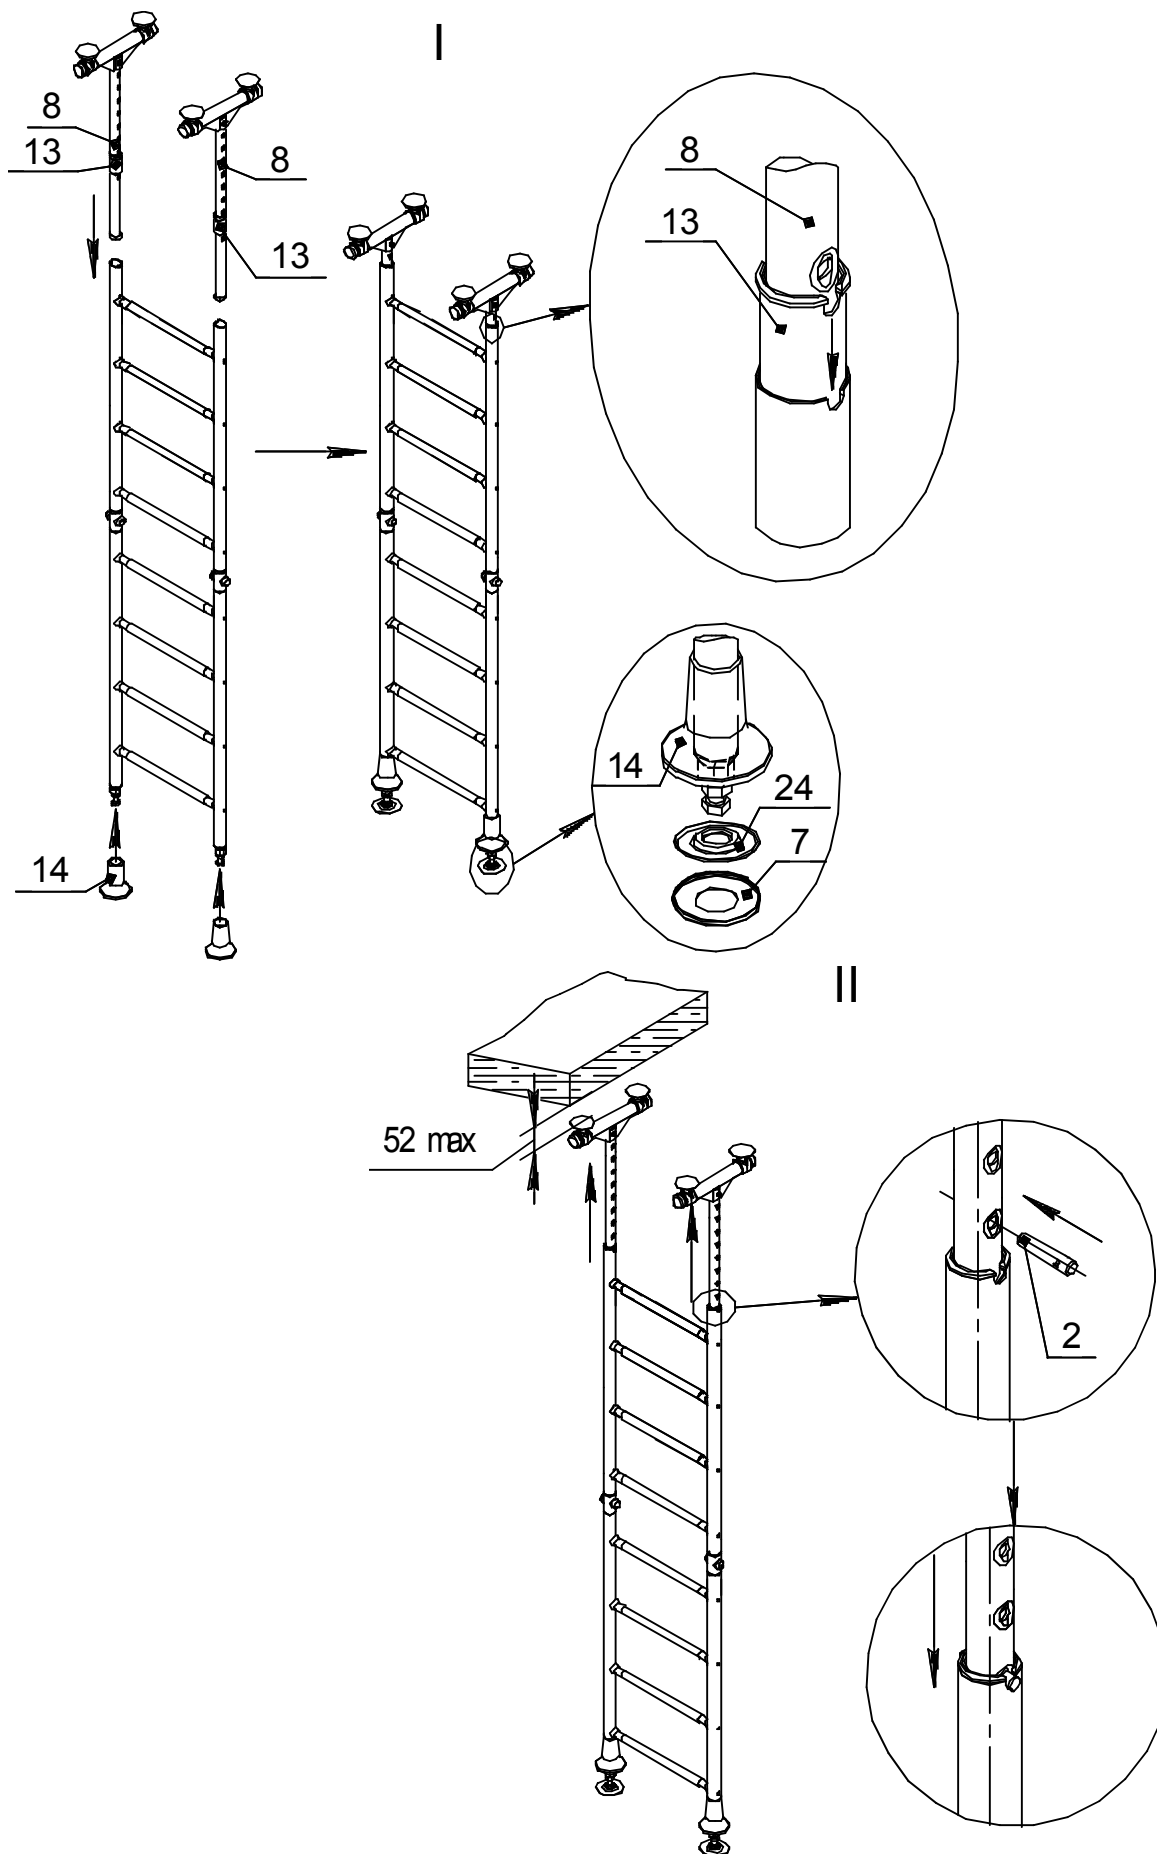

Рис.4
- II. Поднять вставки до упора с потолком, установить оси поз.2 и плавно опустить вставки (рис.4)